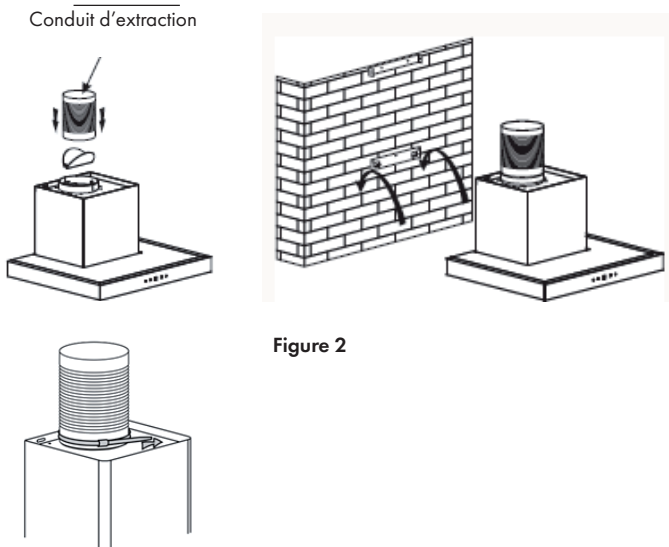

Figure 2
2. Installez le clapet anti-retour dans l'ouverture d'échappement, fixez le conduit d'extraction avec des attaches de câble et accrochez la hotte aspirante à l'ancrage (voir figure 2).